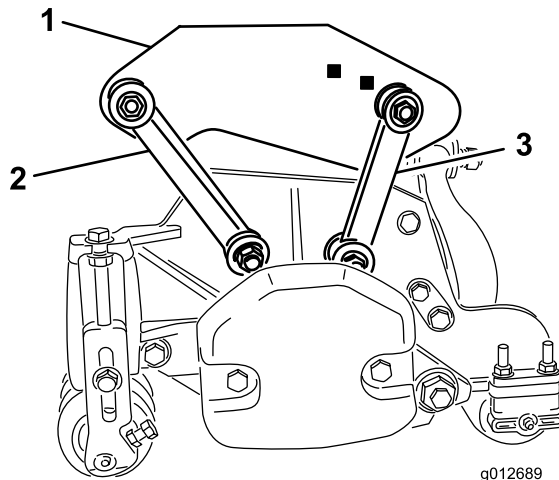

Figura 19
- Fissate i tiranti di montaggio anteriori nei fori del telaio portante con un bullone (3/8" x 2/4"), 2 rondelle piane e un dado di bloccaggio, come mostrato in Figura 19. Posizionate una rondella su ogni lato del tirante durante il montaggio. Serrate i fermi a 42 N·m (31 ft-lb).
- Fissate i tiranti di montaggio posteriori nei fori del telaio portante posteriore con un bullone (3/8" x 2/4"), 2 rondelle piane e un dado di bloccaggio, come mostrato in Figura 19. Posizionate una rondella su ogni lato del tirante durante il montaggio. Serrate i fermi a 42 N·m (31 ft-lb).